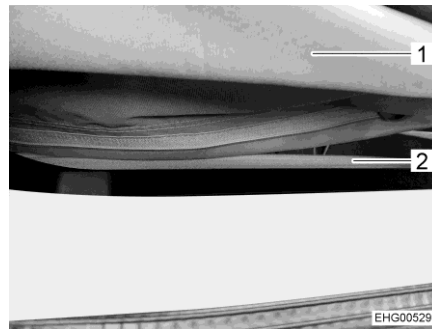

Fig. 70 Cerniera
- Aprire completamente la cerniera (Fig. 70,2) sul lato inferiore del soffietto (Fig. 70,1).